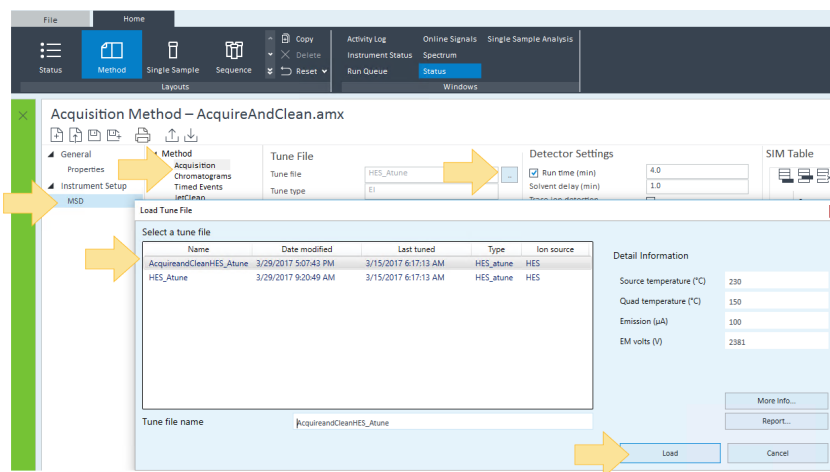
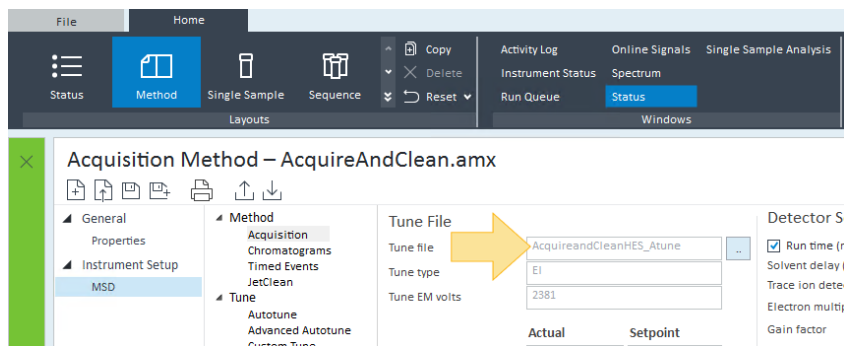

図 36. チューニングファイル選択して読み込み
図 37. 読み込まれたチューニングファイル
- a [MSD] > [メソッド] > [測定] を選択し、[チューニングファイル読み込み] をクリックし、このプロセスに対して作成したチューニングファイルを選択します。（この例では **AcquireandCleanHES_Atune**。）（図 36 および図 37 を参照してください）。